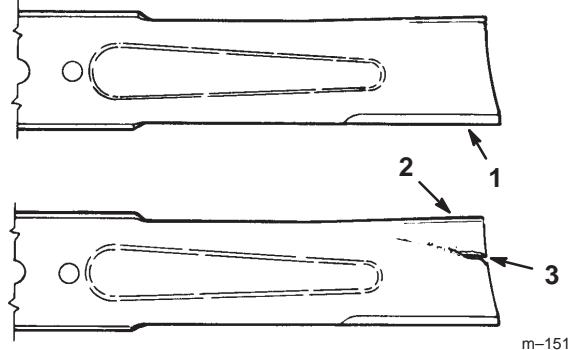

Figure 24
1. Inspectez les tranchants des lames (Fig. 24). Si les lames ne sont pas tranchantes ou si elles présentent des indentations, déposez-les et aiguisez-les (voir Aiguisage des lames, page 28).
2. Inspectez les lames, surtout la partie incurvée (Fig. 24). Remplacez immédiatement toute lame endommagée, usée ou qui présente une entaille (repère 3 de la Fig. 24).